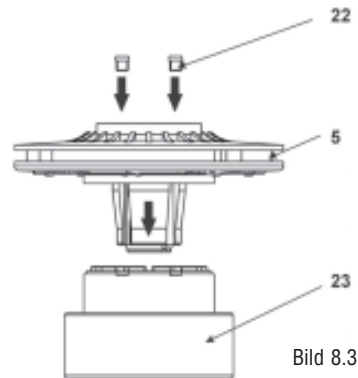

Bild 8.3.2 E
- Montieren Sie die Positionierringe an das Laufrad (Bild 8.3.2 F).